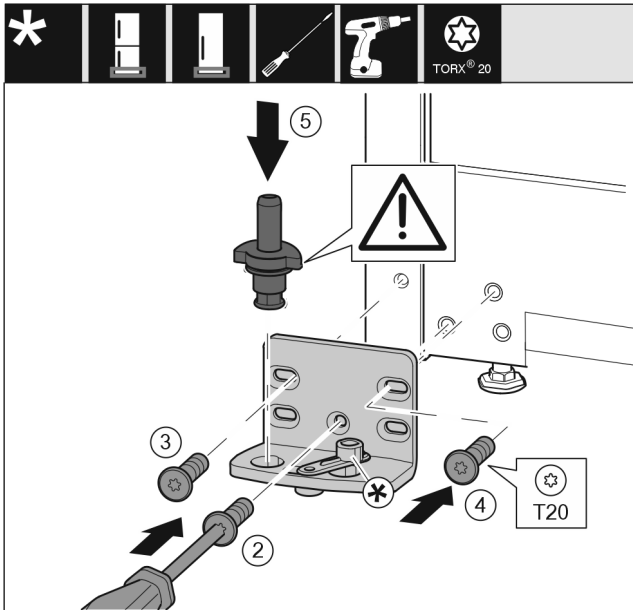

Fig. 36
- ▶ Aseta laakeripukki toiselle puolelle ja ruuvaa se kiinni T20-ruuvimeisselillä. Aloita ruuvilla 2 alhaalta keskeltä. *Fig. 36 (2)*
- ▶ Kiristä ruuvit 3 ja 4. *Fig. 36 (3,4)*
- ▶ Aseta laakeripultti kokonaan paikoilleen. Varmista, että lukitusnokka osoittaa taaksepäin. *Fig. 36 (5)*
- ▶ Aseta laakeripukki toiselle puolelle ja ruuvaa se kiinni T20-ruuvimeisselillä. Aloita ruuvilla 2 alhaalta keskeltä. (2)
- ▶ Käännä sulkeutumismomentin kiinnikettä 180°. Ruuvaa se kiinni laakeripukin toiselle puolelle T20-ruuvimeisselillä. (5)
- ▶ Aseta laakeripultti kokonaan paikoilleen. Varmista, että lukitusnokka osoittaa taaksepäin. (6)